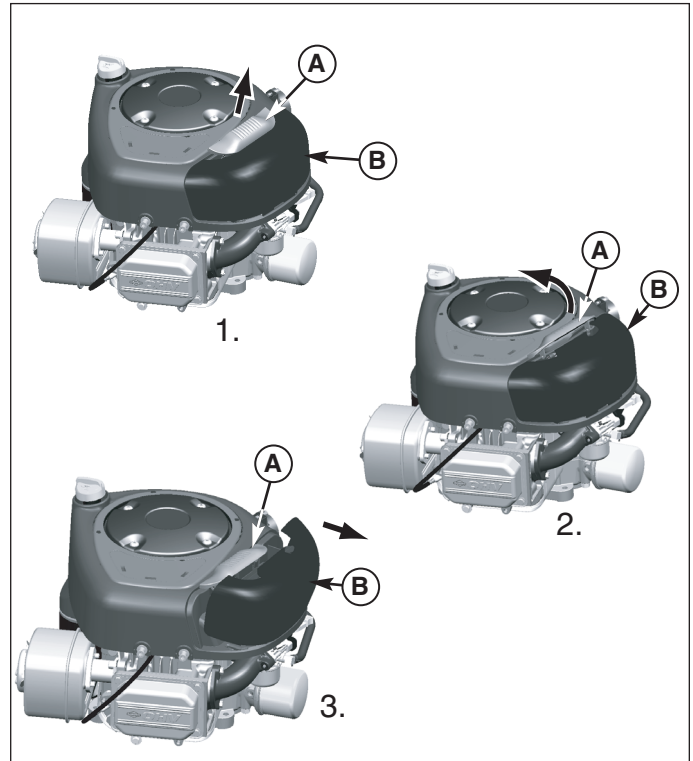
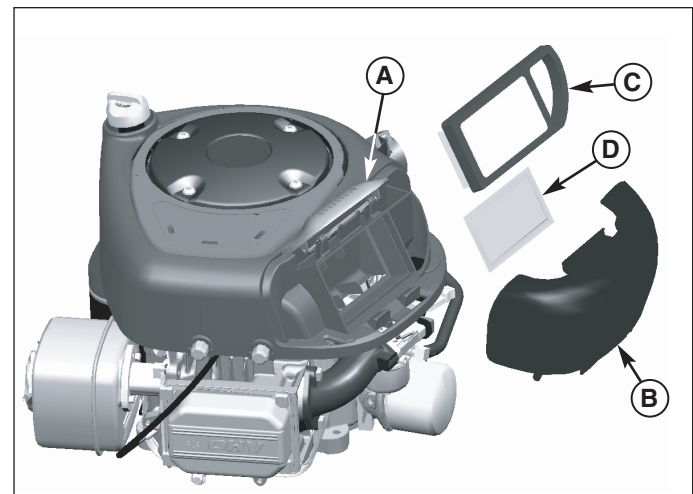

Figura 33. Filtro dell'aria - Modelli Briggs & Stratton a cilindro singolo
Figura 34. Manutenzione del filtro dell'aria - Modelli Briggs & Stratton a cilindro singolo
1. Sollevare il gancio del filtro dell'aria (A, Figura 33).
2. Ruotare il gancio del filtro dell'aria (A) verso l'interno.
3. Estrarre e togliere la copertura del filtro dell'aria (B).
4. Sollevare il filtro dell'aria (C, Figura 34) ed il pre-filtro (D, se in dotazione) dall'alloggiamento del ventilatore.
5. Installare il pre-filtro (D) con la griglia verso l'alto. Installare il filtro (C) come indicato in figura.
6. Installare la copertura (B) accertandosi che le linguette siano inserite nei rispettivi alloggiamenti. Fissare con il gancio (A).